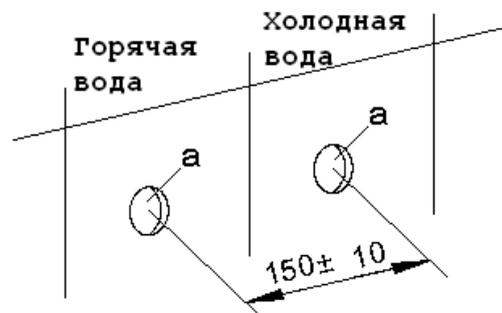

Рис. 4
1. Выводы горячей и холодной воды (а) с G1/2 внутренней резьбой должна быть установлены с расстоянием между центрами 150 мм, убедитесь, что центральная линия расположена строго горизонтально и вертикально к стене. Левый вывод – труба с горячей водой, правый вывод – труба с холодной водой (рис.4)